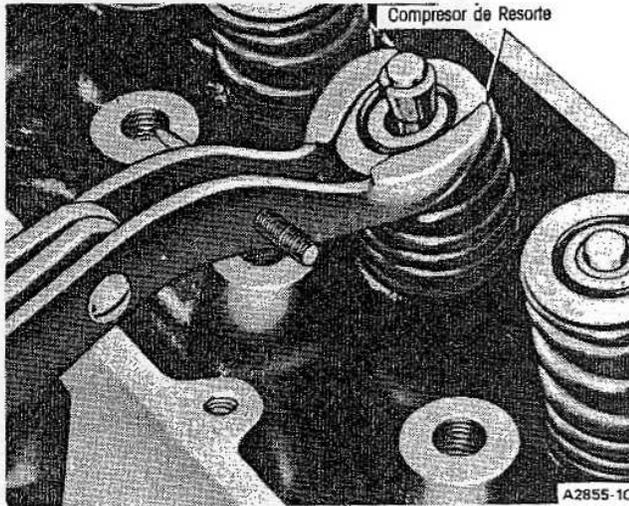
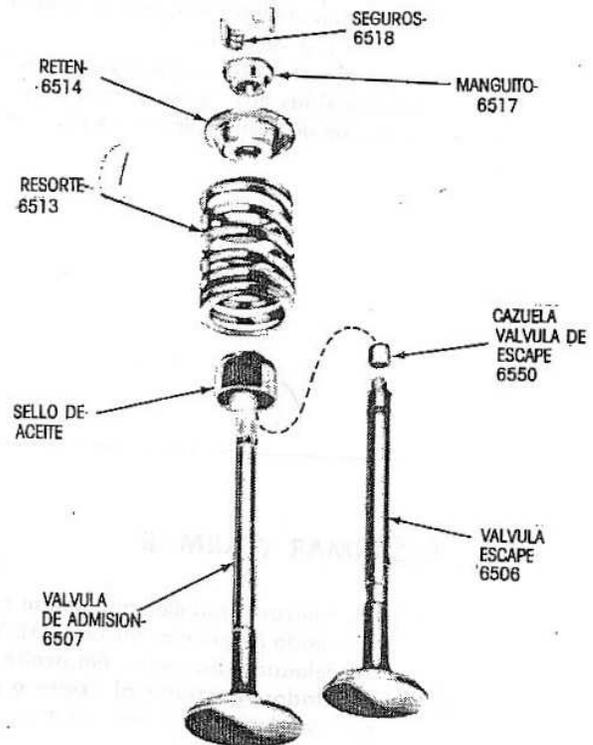

Fig. 49. Compresión del Resorte de Válvula en el Banco
Fig. 50. Conjunto de Válvulas
3. Comprima el resorte de la válvula (Fig. 49). Quite los seguros del retén y suelte el resorte.
2. Instale el resorte sobre la válvula y, luego, instale el retén y el manguito. Comprima el resorte (Fig. 49) e instale los seguros del resorte (Fig. 50).